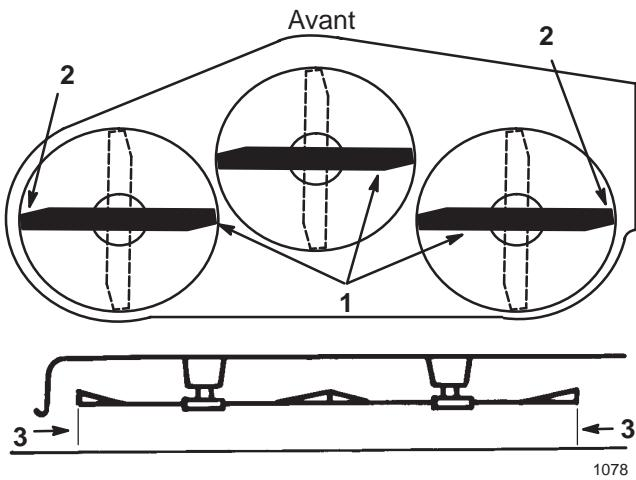

Figure 39
4. Tournez prudemment les lames pour qu'elles soient parallèles dans le sens transversal (Fig. 39). Mesurez la distance entre les tranchants extérieurs et le sol plat (Fig. 39). Si les deux mesures diffèrent de plus de 4,75 mm, l'horizontalité transversale doit être réglée (voir les points 5 et 6).